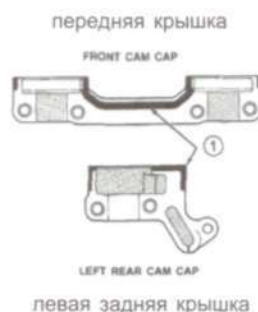

Рис. 21 Уплотнение крышек подшипника распредвала
- (4) Нанести герметик Mopar Gasket Maker на крышки подшипников No. 1 и № 6 (Рис. 21). Установить крышки подшипников и затянуть болты М8 моментом 28 Н·м.